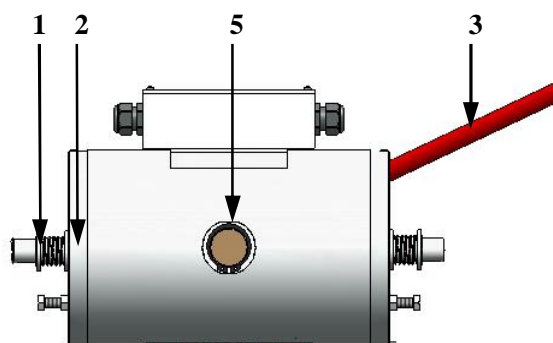

图 4 制动器及配件示意图
5. 取下手柄，将手柄上的齿轮轴插入曳引轮左上角或右上角（视使用方便选择）的轴承孔内。插入时轻微转动手柄，使齿轮相互啮合，再用劲插入（见图 3、图 4），即可开始准备盘车。